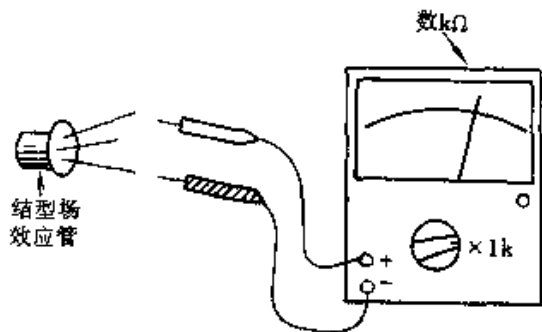

图 2-241
① 结型场效应管的管脚识别方法如图 2-241 所示；万用表置于“R × 1k”挡，用两表笔分别测量每两个管脚间的正、反向电阻。当某两个管脚间的正、反向电阻相等，均为数 kΩ 时，则这两个管脚为漏极 D 和源极 S(可互换)，余下的一个管脚即为栅极 G。